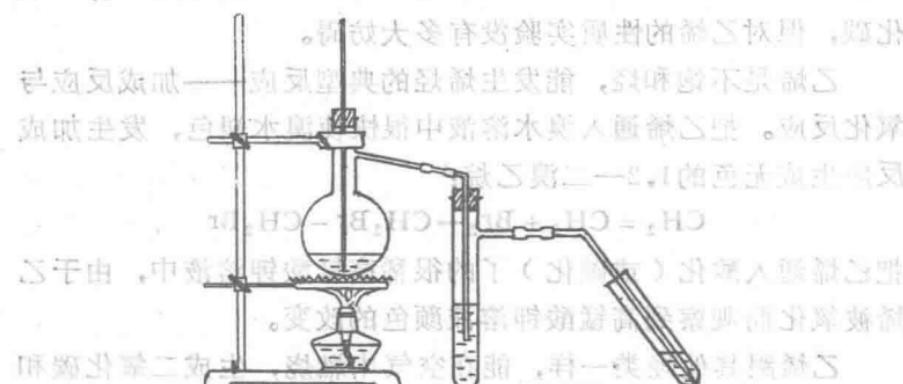

图4 乙烯的制取和性质
1. 乙烯的制取：在一个60毫升的蒸馏烧瓶中²加入5毫升95%的乙醇，在摇动下慢慢加入浓硫酸(1.84)15毫升³，然后加入干净的河沙1~2克，摇匀，塞上带有温度计(250°C或360°C)的软木塞，温度计的水银球应浸入反应液中。蒸馏烧瓶的支管通过橡皮管和导气管与装有稀氢氧化钠溶液的支管试管相连，如图4所示。